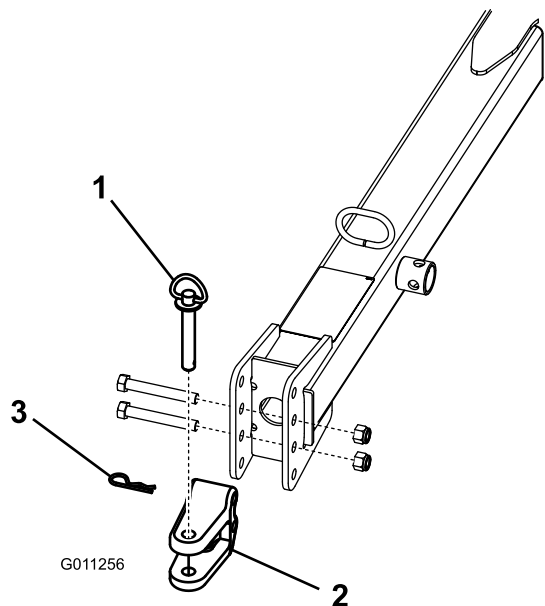

Figure 10
- Enlevez les boulons et les contre-écrous de fixation de la chape d'attelage (Figure 10) à la flèche.